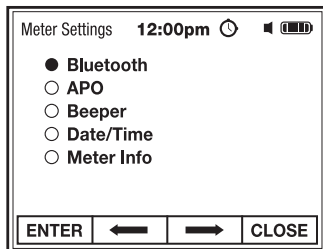

Fig. 21
2. Utilice los botones de función para seleccionar e INGRESAR el ajuste deseado (Fig. 21).
1. En Ajustes del Metro, seleccione e INGRESE Bluetooth (Fig. 21).
1. En Ajustes del Medidor, seleccione e INGRESE APO (Fig. 21).
1. En Ajustes del Medidor, seleccione e INGRESE Bíper (Fig. 21).
1. En Ajustes del Medidor, seleccione e INGRESE Fecha/Hora (Fig. 21).
En Ajustes del Medidor, seleccione e INGRESE Información del Medidor (Fig. 21).